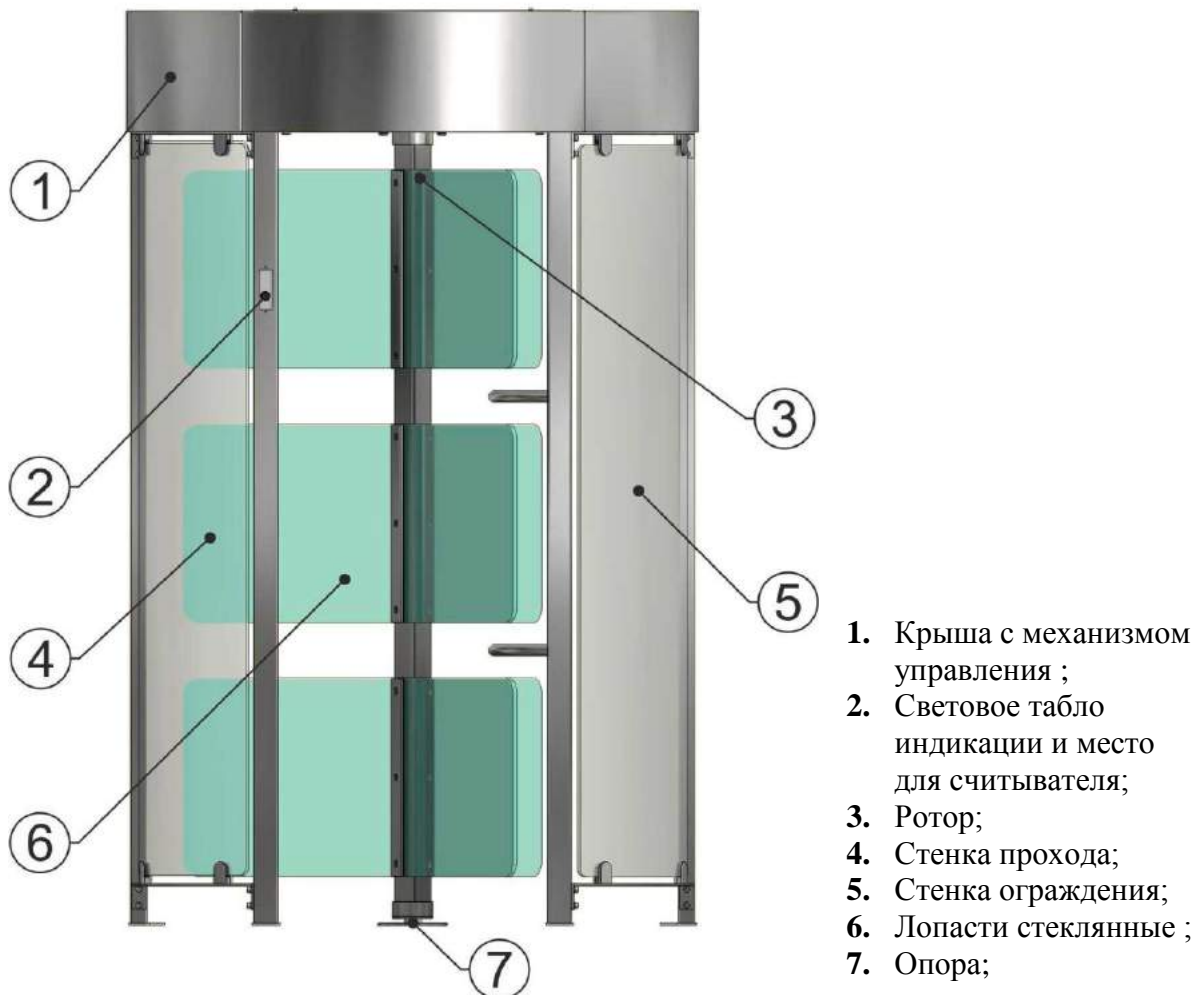

Рис.1 – Конструкция и общий вид турникета «GlassGo» АЮИА.436
1.4.1.1 Конструкция сборная (см. рисунок 1) состоит стенки ограждения 5, стенки прохода 4 и ротора 3. Верхней стяжкой конструкции является крыша 1, внутри которой установлен механизм управления турникета и электрооборудование (блок питания и управления, контроллеры, аккумулятор*, система обогрева* (в стандартный комплект поставки не входит) и др.).
1.4.1.5 Табло индикации 2 (см. рисунок 1) размещаются на стойках турникета и на контейнере при входе и предназначены для видимого отображения информации о постановке и выполнении команд, поступивших от управляющей системы (СКУД, пульта управления, или клавиатуры) на исполнительные механизмы турникета.